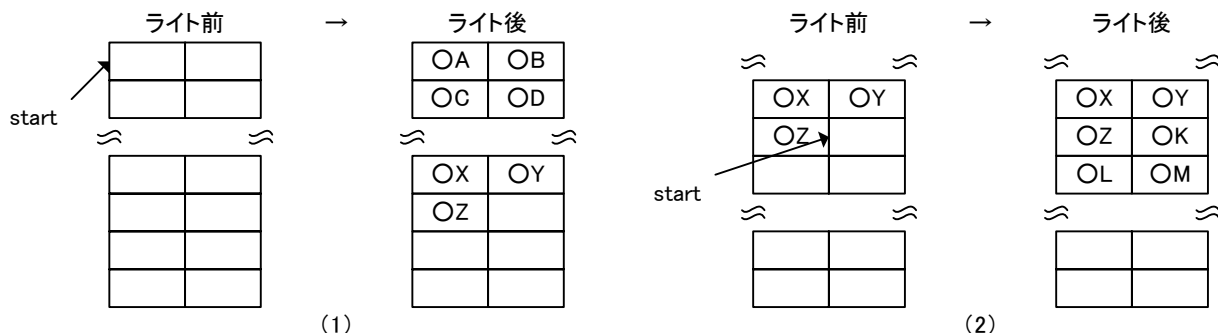

図 6-25 FIFO ライト処理(正常動作)
EPnFIFO_Clr.EPx{x=a-c}.FIFO_Clr ビットをセットする等行って、バイト境界の存在しない状態からワード書き込みを行い、奇数データが存在する場合は、連続するデータの最終バイト (データ Z) のみ High 側に書き込んで下さい。この状態を 図 6-25 の (1) に示します。USB 等からはデータ A, B, C, D, ... X, Y, Z の順に出力されます。
FIFOにバイト境界がある状態から書き込みを行う場合は、最初にLow側にデータを書き込み(データKの書き込み)、バイト境界を解消した後、ワード書き込み(データL, M)を行って下さい。この状態を図 6-25 の(2)に示します。